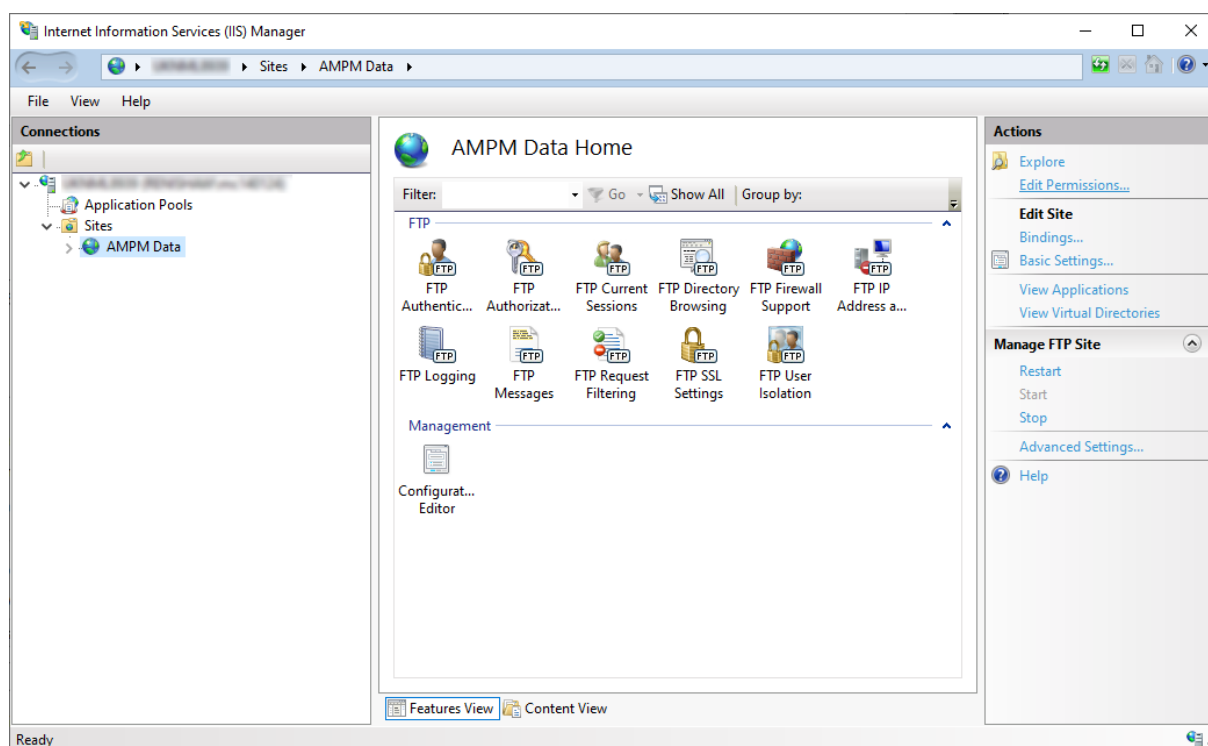

Figure 39 Vérifiez que le site a bien été configuré
8. Vérifiez que le nouveau site a été configuré (voir la Figure 39), puis fermez la fenêtre.